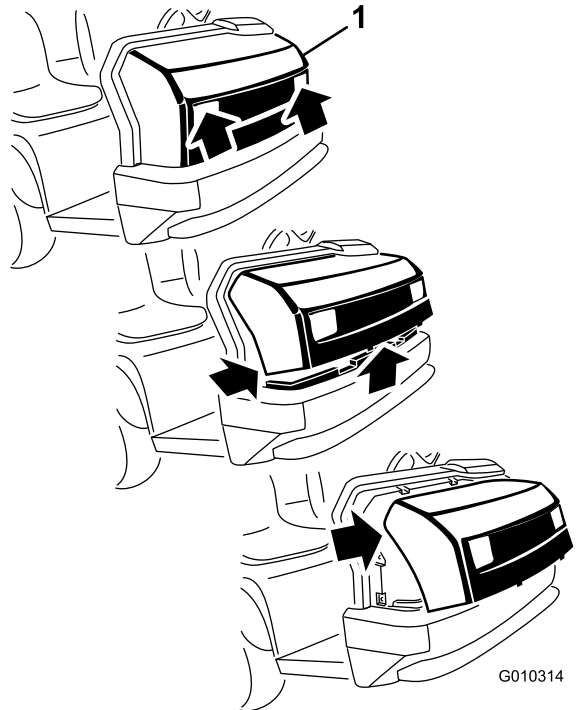

Figura 3
1. Sujete el capó por los orificios de los faros y levántelo para poder liberar las pestañas de montaje inferiores de las ranuras del bastidor (Figura 3).
2. Gire hacia arriba la parte inferior del capó hasta que pueda retirar las pestañas de montaje superiores de las ranuras del chasis (Figura 3).
3. Gire hacia adelante la parte superior del capó y desconecte los conectores de cables de los faros (Figura 3).